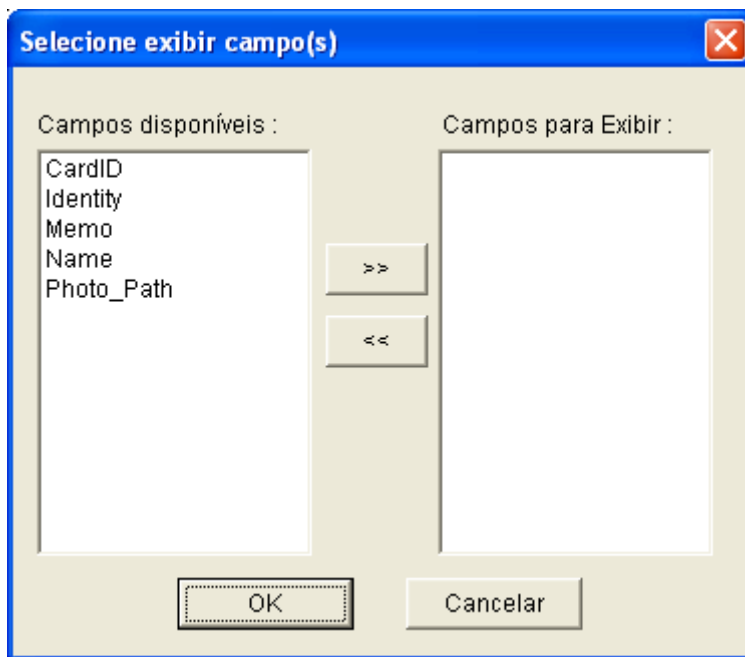

Figura 4-9
- **Selecione exibir campo(s):** Especifique os campos de exibição na tela, como Card ID, Identity, Name e Memo (veja a Figura 4-9).